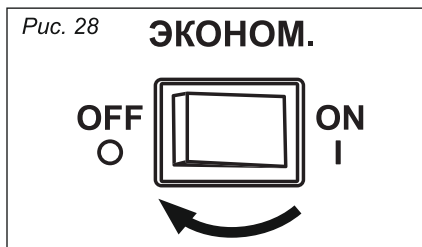

Рис. 28
1. Переведите переключатель «ЭКОНОМ.» в положение «OFF» ①, рис. 28.